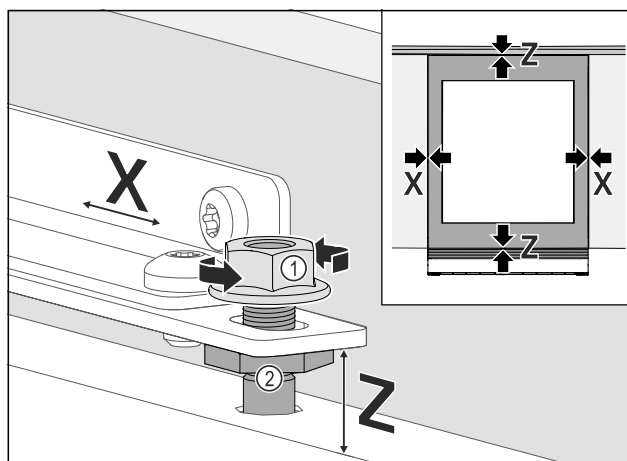

Fig. 102
- Vrata pohošva stransko poravnajte: Sprostite Fig. 102 (1) protimatico, vrata pohošva potisnite v smer X.
- Privijte Fig. 102 (1) protimatico.
- Vrata pohošva naravnajte na višino Z stranske poševnine: Nastavite Fig. 102 (2) nastavitveni zatič.